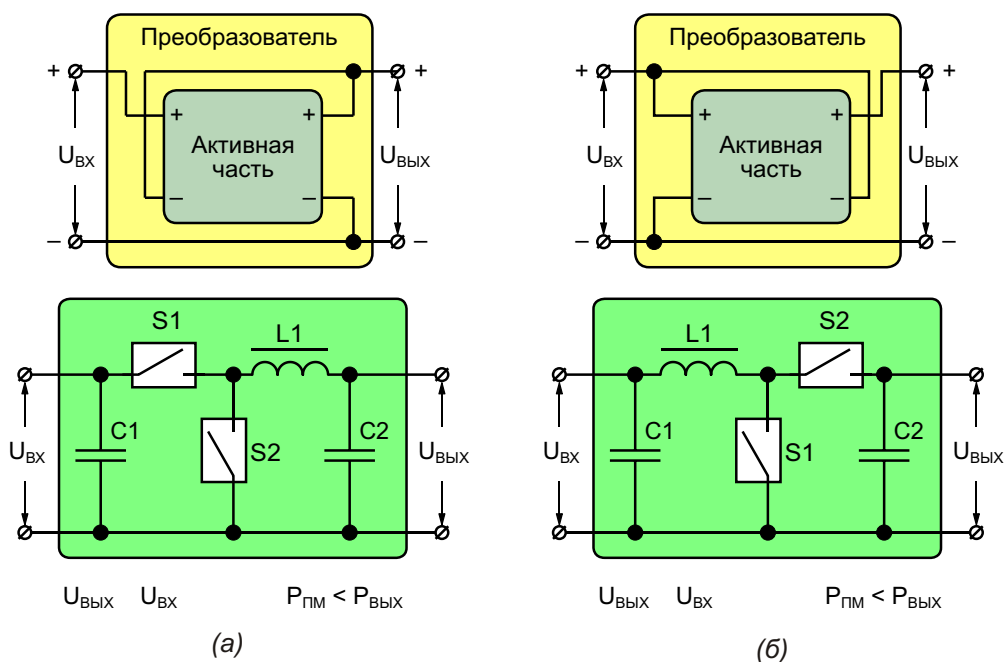

Рисунок 2. Схема включения активной части преобразователей понижающего (а) и повышающего (б) типов.
разуемой мощности в случаях, когда вход активной части включен в разрыв между входом и выходом преобразователя, что характерно для импульсных преобразователей понижающего типа (Рисунок 2а). В [3] было показано, что для «классических» понижающей и повышающей схем (Рисунок 2) величину преобразуемой мощности можно определить по формуле:
При этом для повышающей схемы (Рисунок 2б), использующей принцип вольтодобавки, величина преобразуемой мощности совпадает с формулой (1).